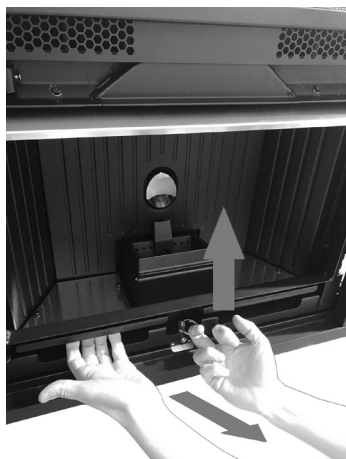
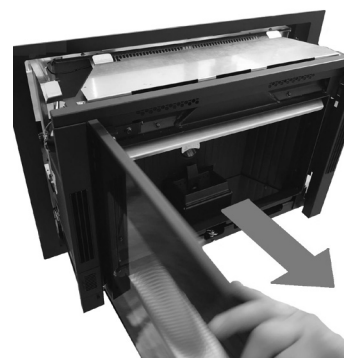

Fig. 18 - Sollevare gancio
Fig. 19 - Estrazione corpo macchina
- Sollevare il gancio (vedi **Fig. 18**) e tirare con forza verso di sé il corpo macchina (vedi **Fig. 19**).